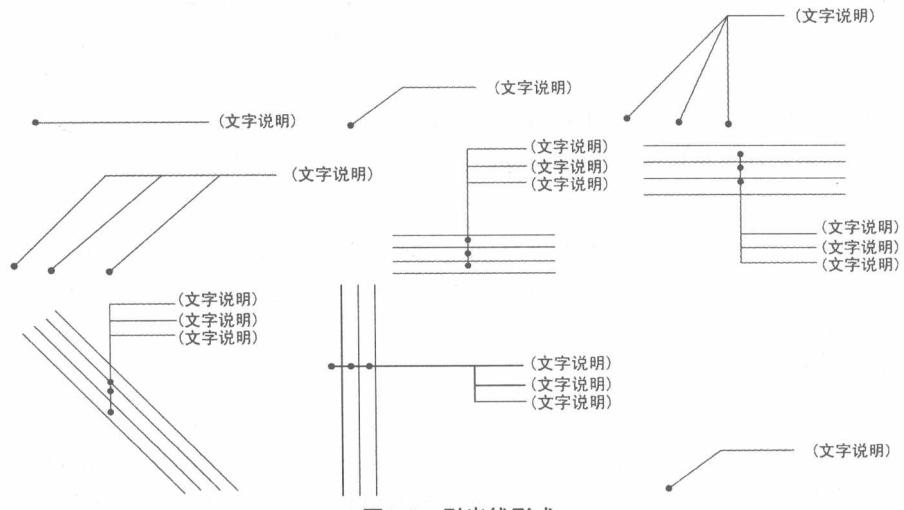

图1-5 引出线形式
(2) 引出线。由图样引出一条或多条线段指向文字说明，该线段就是引出线。引出线与水平方向的夹角一般为 0° 、 30° 、 45° 、 60° 、 90° 。常见的引出线形式如图1-5所示，文字说明可以放在引出线的端头，也可以放在引出线水平段之上。